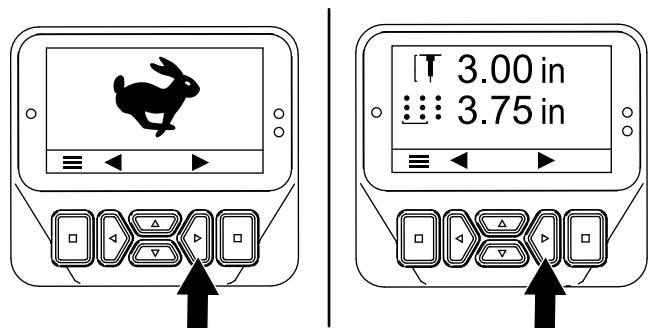
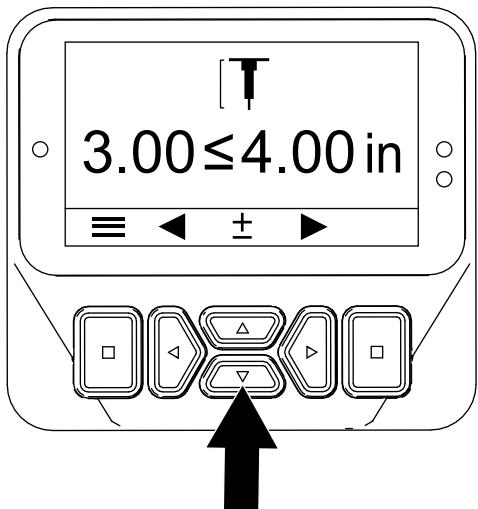

図 51
図 52
3. [穴の深さの設定]画面が表示されるまで、右ボタンを押す(図 51と図 52)。
4. 次のように上下ボタン(図 52)を使ってタインの深さを調整する。